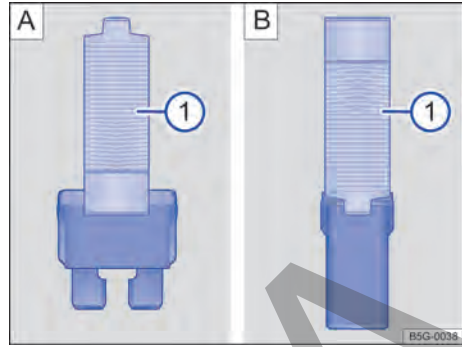

Fig. 169 Retirar o colocar el fusible con la pinza de plástico: **A)** fusible plano, **B)** fusible de bloqueo.
- De ser necesario, retirar la pinza de plástico → fig. 169 ① de la cubierta de la caja de fusibles.
- De acuerdo con la versión del fusible, colocar las garras adecuadas del alicate plástico → fig. 169 A ① o → fig. 169 B ① de forma lateral en el fusible.
- Si el fusible está quemado, sustituir el fusible por uno nuevo de la *misma* intensidad de corriente (mismo color e inscripción) y del *mismo* tamaño → ①.